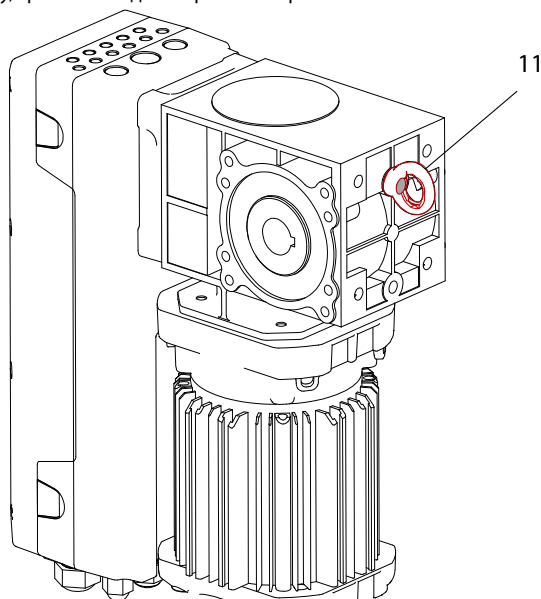

Рисунок 3
1. Установите рым-болт (11) в установленное место (**Рис. 3**). Для монтажа и подъема привода на высоту, трос необходимо крепить за рым-болт.